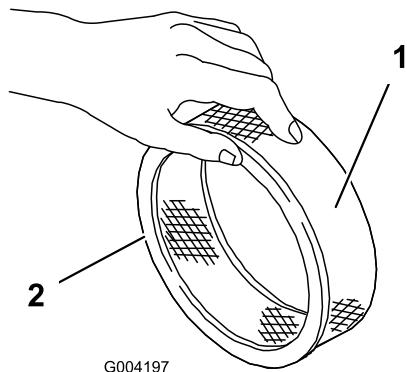

Bild 46
5. Untersuchen Sie den Papierfilter auf Risse, einen ölichen Film und Schäden an der Gummidichtung (Bild 46).
1. Schieben Sie den Schaumvorfilter vorsichtig auf den Papierfilter (Bild 46).